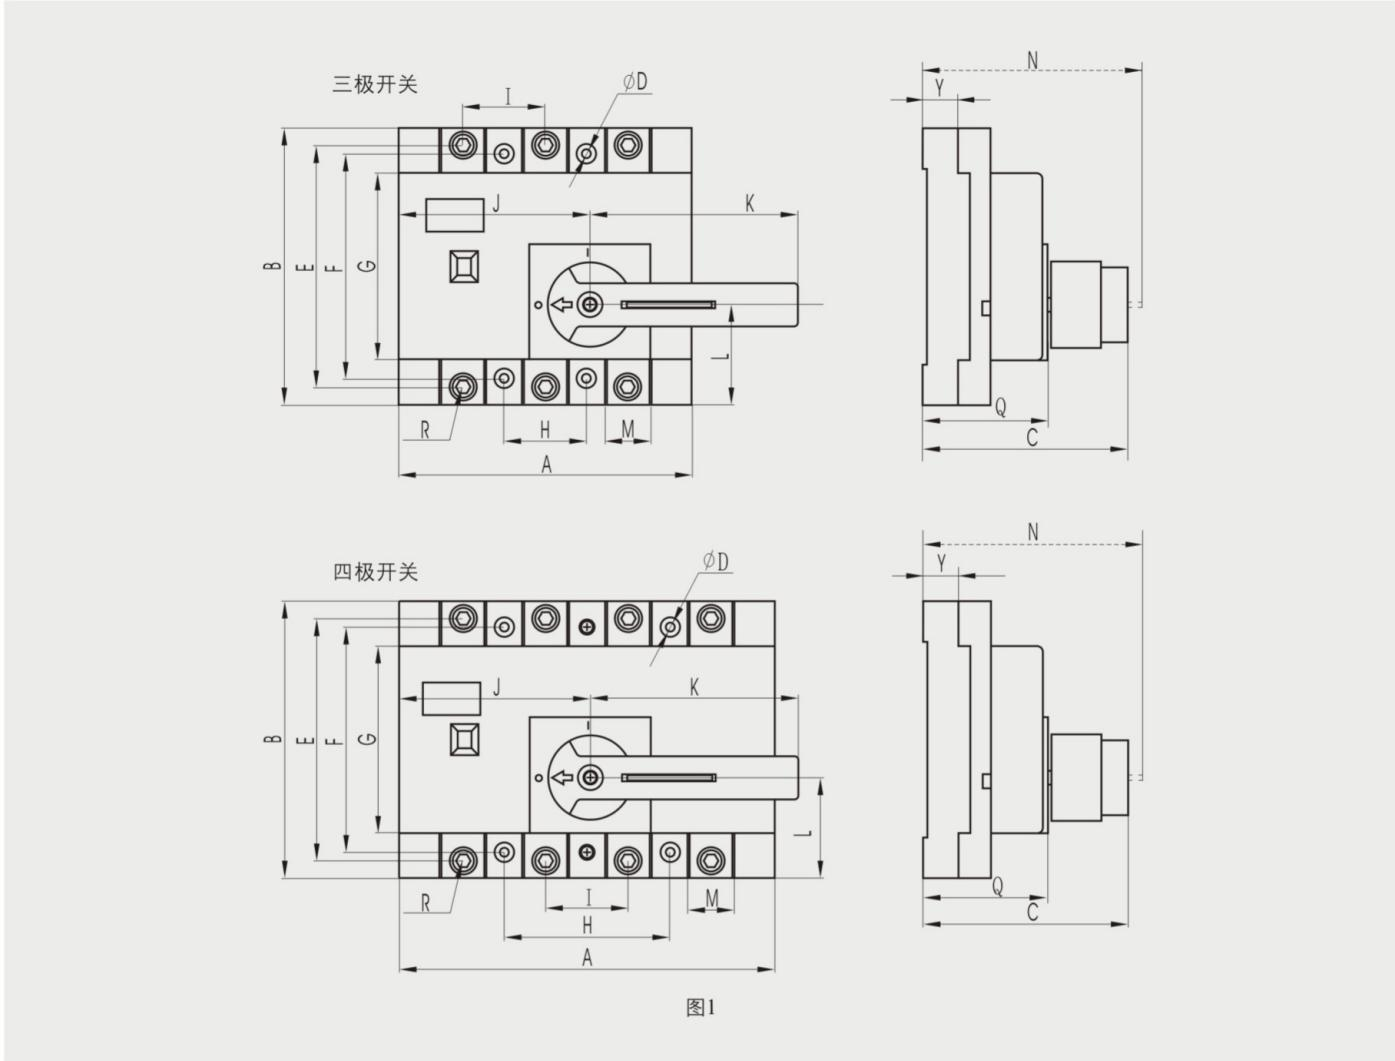

图1
1. HSG1-125、250、400、630系列产品外形见图1，尺寸见表3